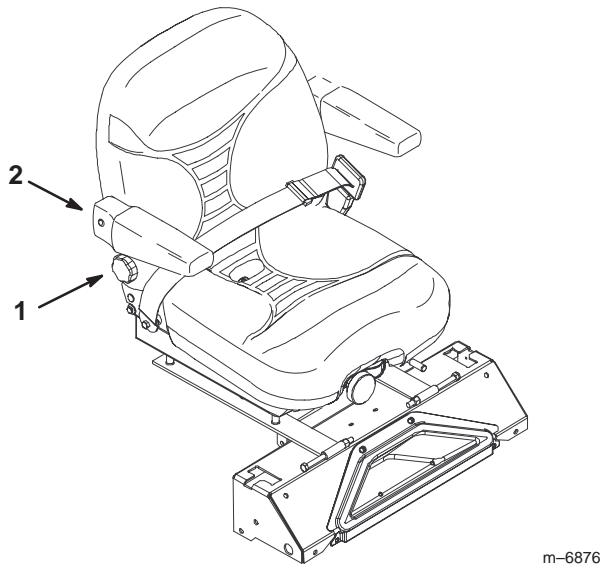

Figure 26
1. Pour ce faire, tournez le bouton sous l'appui-bras de droite, dans un sens ou dans l'autre, pour obtenir la position la plus confortable (Fig. 26).